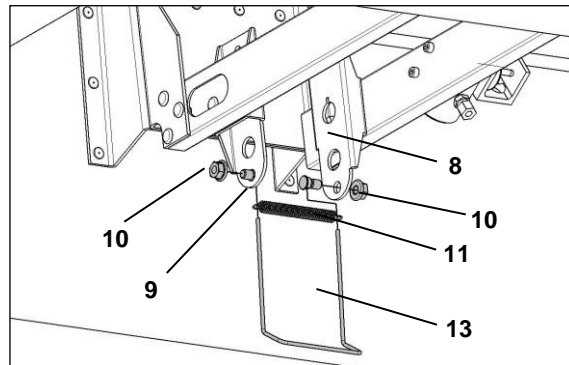

Bild 5
1. Beide Lochschrauben (9) von innen in die untersten Löcher der Halterung (8) stecken und vorerst mit den Flanschmutter (10) vor dem hinausfallen schützen (Bild 5).
2. Die Rückhaltefeder (12) über die Enden des Anschlagbügels (13) stecken und von unten in die Löcher der Lochschrauben (9) stecken. Dabei ist drauf zu achten, dass die Biegung des Bügels in Richtung der Aufsetzkranzmitte zeigt, da nur so die Funktion gewährleistet ist. Nun die Flanschmutter (10) handfest anziehen (Bild 5).